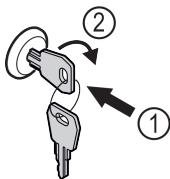

Fig. 58 Simbolična slika
- Vstavite ključ Fig. 58 (1).
- Ključ obrnite v smeri urnih kazalcev za 90° Fig. 58 (2).